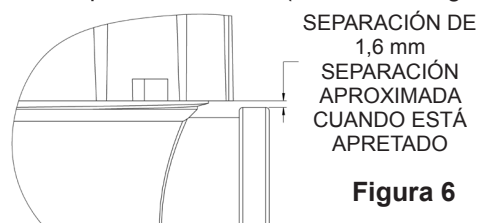

Figura 6
5. Enrosque la tapa del medidor manualmente. Para verificar el apriete, debería haber una separación de aproximadamente de 1,6 mm entre la tapa y el borde del puerto de salida. (Consulte la Figura 6).